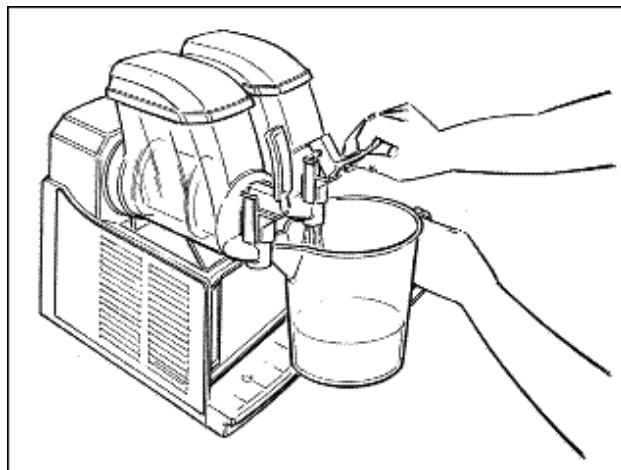

Fig. 3
- Vuotare la vasca e ripetere la stessa procedura finché dalla stessa non esce acqua limpida (Fig. 3).